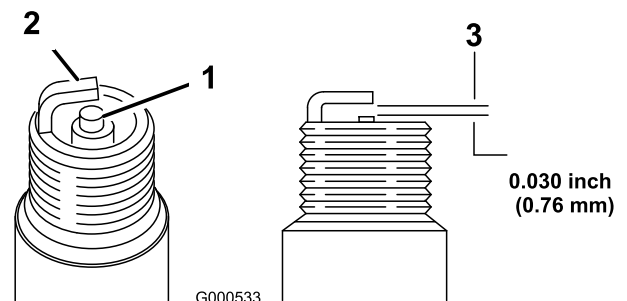

Figura 24
1. Mire la parte central de la bujía (Figura 24). Si se observa un color gris o marrón claro en el aislante, el motor está funcionando correctamente. Si el aislante aparece de color negro, significa que el limpiador de aire está sucio.
2. Compruebe la separación entre los electrodos central y lateral (Figura 24) y doble el electrodo lateral si la separación no es correcta.